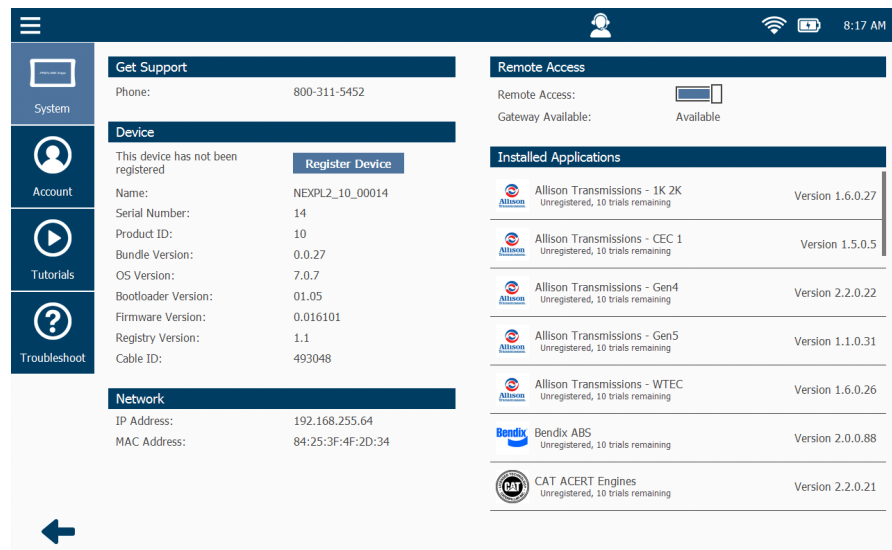

Figura 8.2 Menú de Apoyo mostrando la pantalla predeterminada del sistema
En la parte superior izquierda de la pantalla se muestra un número de teléfono de Apoyo (consulte la Figura 8.2).
- 1 Toque el botón **Register Device** en la parte Device de la pantalla consulte la (Figura 8.2).
Se muestra el **Menú de Apoyo** (Figura 8.2).
La siguiente información se muestra en la parte Network de la pantalla (consulte la Figura 8.2)
- 1 Toque el control deslizante **Remote Access** que está situado en la esquina superior derecha de la pantalla (consulte la Figura 8.2).
La parte Installed Applications de la pantalla muestra una lista de las aplicaciones instaladas en el dispositivo (consulte la Figura 8.2). Toque la pantalla para desplazarse por la lista. En la lista se incluye una nota que indica el estado de registro de cada solicitud (por ejemplo, **Unregistered, 10 trials remaining**).
Cuando selecciona Account en el Menú de Apoyo (Figura 8.2), se muestra la pantalla Account Login. Desde aquí puede acceder y actualizar la información de su cuenta (por ejemplo, nombre de usuario, nombre de la empresa, dirección, etc.).